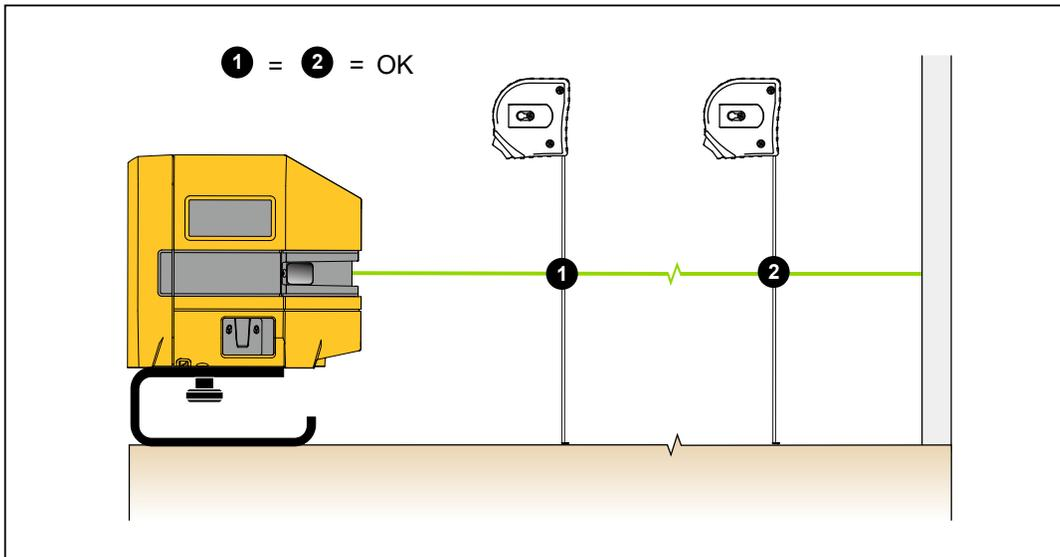

Figura 3. Alineación de objeto actual
3. Mida la distancia desde el objeto hasta el láser a varias distancias con el Producto. Consulte la Figura 3. Si las mediciones coinciden, el objeto estará nivelado o alineado.